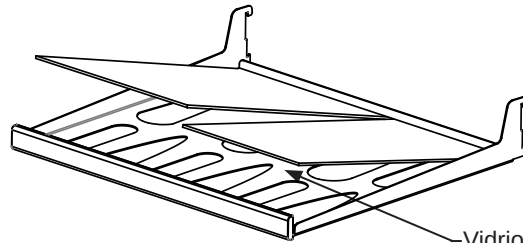

Figura 36
(2) estante en voladizo con vidrio plano y cortes para vinos (vea la Figura 36).
(1) estante en voladizo con vidrio plano y cortes para vinos (vea la Figura 36).